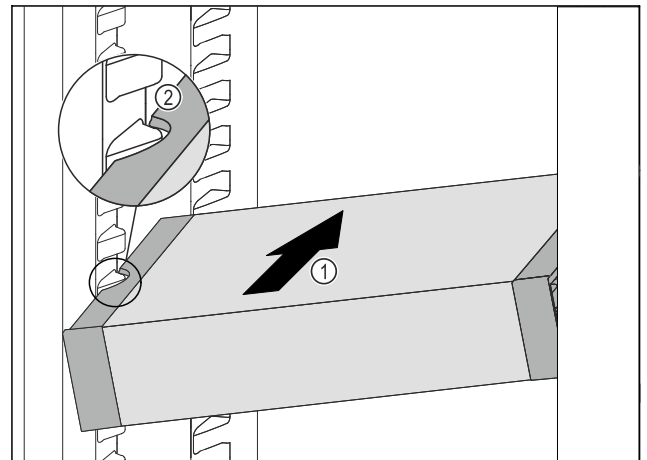

Fig. 151
- Inserire VarioSafe ad angolo nel vano frigorifero Fig. 151 (1), fino a quando le cavità laterali Fig. 151 (2) di VarioSafe non si trovano al livello della nervatura del contenitore nel vano frigorifero.